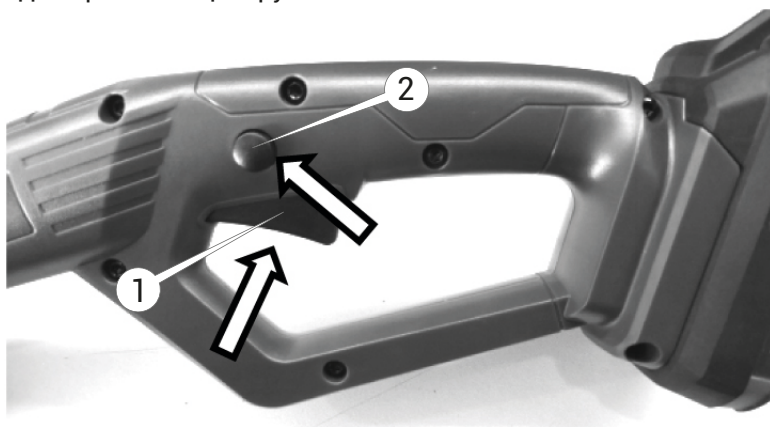

Рисунок 13. Схема запуску висоторіза.
2. Вибрати стійку позу й міцно взяти виріб двома руками за руків'я так, щоб ланцюг був розташований збоку, а не перед собою та натиснути на кнопку блокування (2, рис. 13), а потім — на куркову пускову клавішу «Увімк/Вимк» (2, рис. 13) до упору.